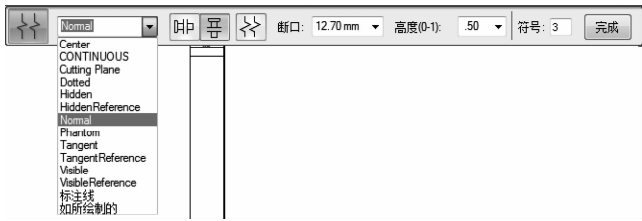

图 9-180 “添加断裂线”命令条
- (1) 由于视图上下对称，只需要一半即可反映所有的视图。在视图上右击，然后在系统弹出的菜单中选择【添加断裂线】命令，系统弹出图 9-180 所示的【添加断裂线】命令条。